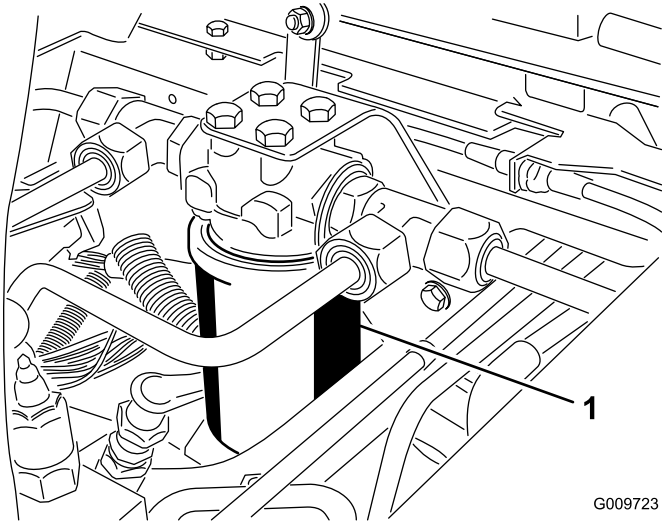
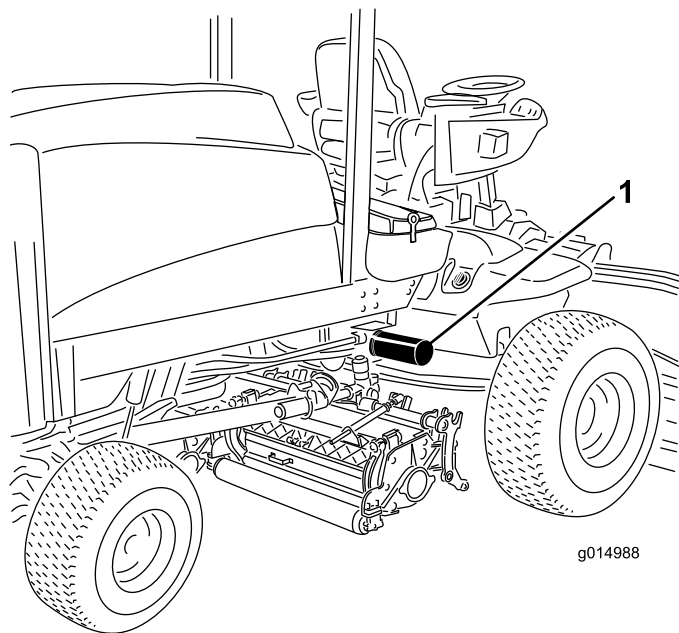

Bild 81
Bild 82
2. Reinigen Sie den Anbaubereich des Filters. Stellen Sie ein Auffanggefäß unter den Filter (Bild 81 und Bild 82) und entfernen diesen.